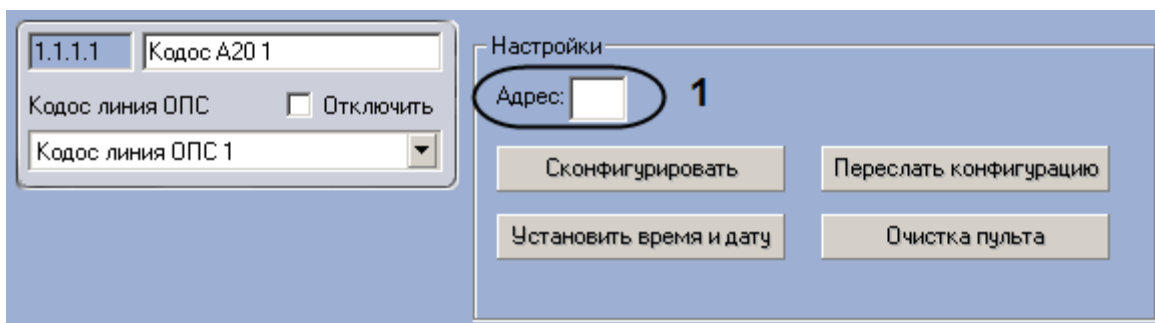

Рис. 3.6—3 Настройка ППКОП Кодос А-20
2. Ввести аппаратный адрес подключения ППКОП *Кодос А-20* в поле **Адрес** (см. Рис. 3.6—3, 1).